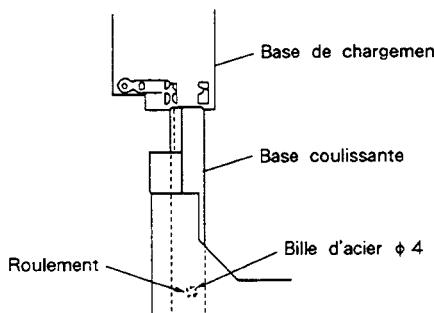
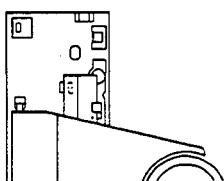

Fig. 9-9
Fig. 9-10
<p>Remonter le plateau du disque selon la procédure ci-après après avoir terminé l'ajustement de grincement.</p> <ol style="list-style-type: none"> <li>1. Retirer le disque et l'entretoise.</li> <li>2. Tout en levant l'attache (marquée par ④ sur la Fig. 9-4) de la main droite, tenir le plateau de la main droite comme illustré par ⑤ et déplacer la base coulissante dans les armatures en résine dure sur la base de chargement, comme indiqué sur la Fig. 9-9 pour ré-insérer le plateau du disque.</li> <li>A ce moment, prendre soin de tenir la bille d'acier en place par l'index de la main droite. Veiller également que le panneau avant ne soit pas endommagé par le roulement (dans la base coulissante), entrant en contact avec le panneau.</li> <li>3. Insérer la base coulissante de sorte qu'elle s'engage dans les armatures en résine dure à l'arrière de la base de chargement (voir Fig. 9-10).</li> <li>4. Insérez à ferme le plateau.</li> </ol>